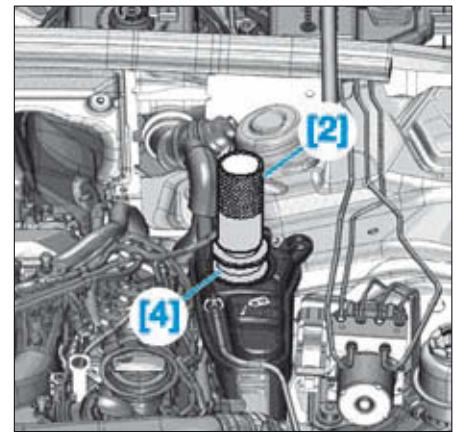

FIG. 18
- [4]. Tuyau Audi (ref : 1274/10) (Fig.18).
- Ouvrir la vanne (1).
- Brancher le tuyau [4] sur l'adaptateur [2] (Fig.18).